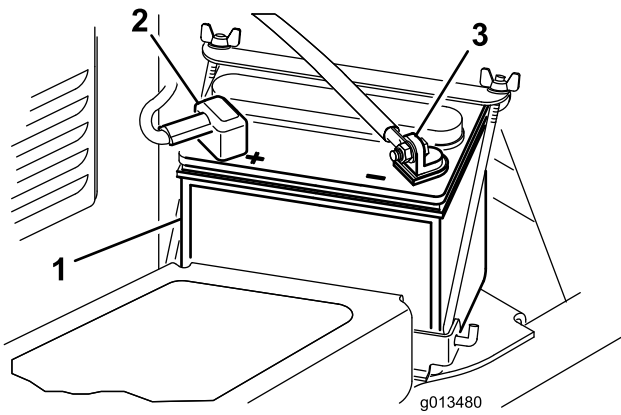

図 3
1. マイナス (-) 端子を外側に向けてバッテリーを車体に載せる (図 3)。
2. ボルト (5/16 x 5/8 inch) とロックナットで、赤いプラス (+) ケーブルをバッテリーのプラス (+) 端子に固定する (図 3)。
3. ボルト (5/8 inch) とロックナット (5/16 inch) で、細い黒ワイヤと黒いマイナス (-) ケーブルをバッテリーのマイナス (-) 端子に固定する (図 3)。